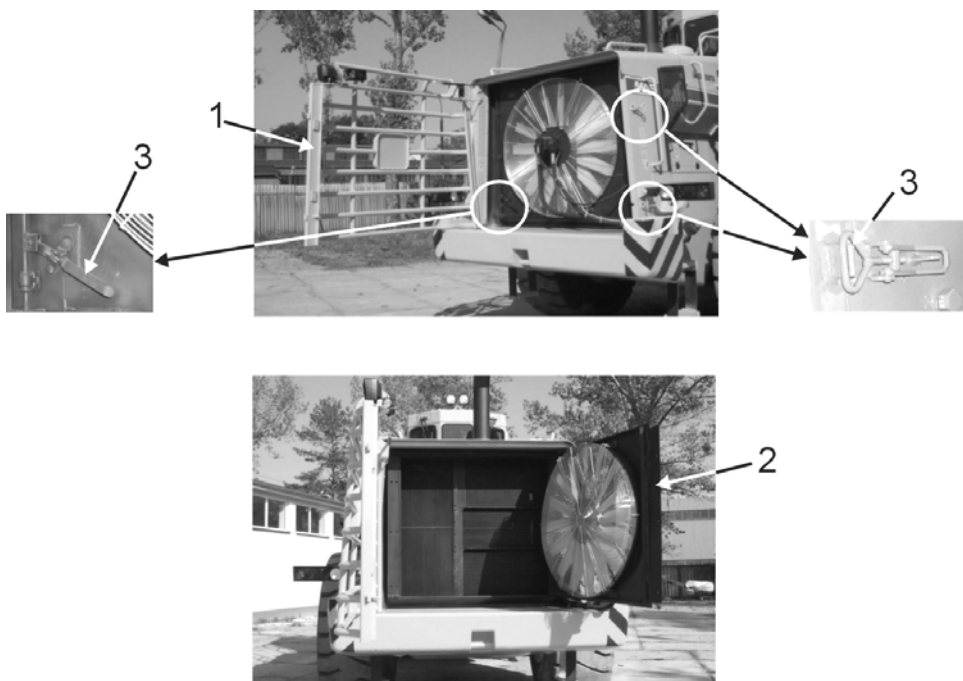

Рис. 5.24. Очистка охладителей (радиаторов)
Доступ к модулю охладителей (Рис. 5.24.) возможен после открытия заднего (1) ограждения маски и защитного ограждения (2) охладителей вместе с вентилятором и гидравлическим мотором, после предварительного открытия четырех пружинных защелок (3).
3. После выкручивания пробки из контрольного отверстия должно сочиться масло, т.е. уровень масла должен находиться на уровне нижней кромки контрольного отверстия. Если уровень масла будет недостаточен, то следует выкрутить пробку заливного отверстия, находящегося на балке моста (Рис. 5.24.), и долить масло до требуемого уровня контрольного отверстия.